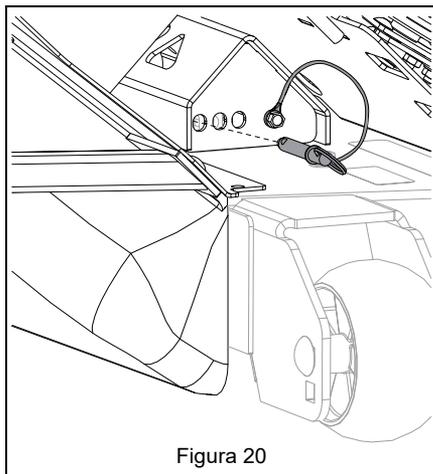

Figura 20
8. Meta el pasador por el soporte de la plataforma de corte. Consulte Figura 20.